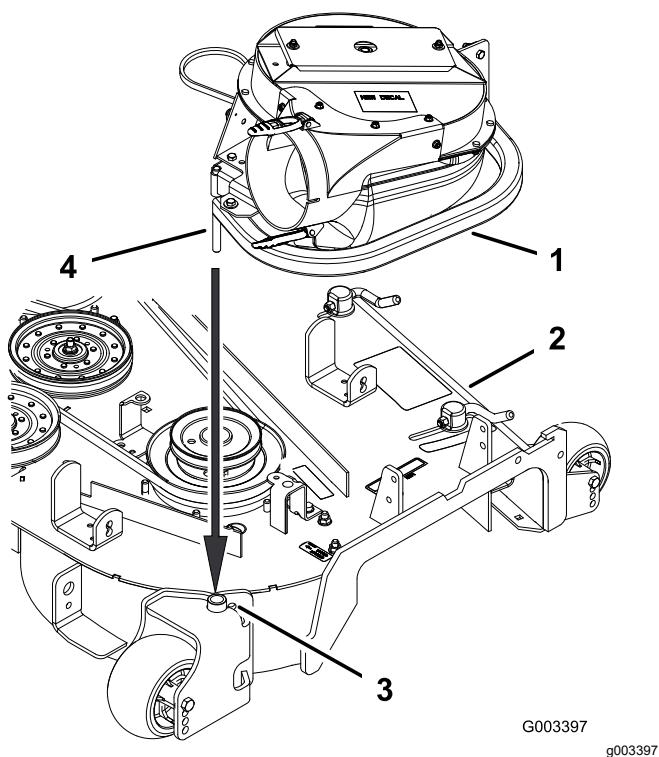
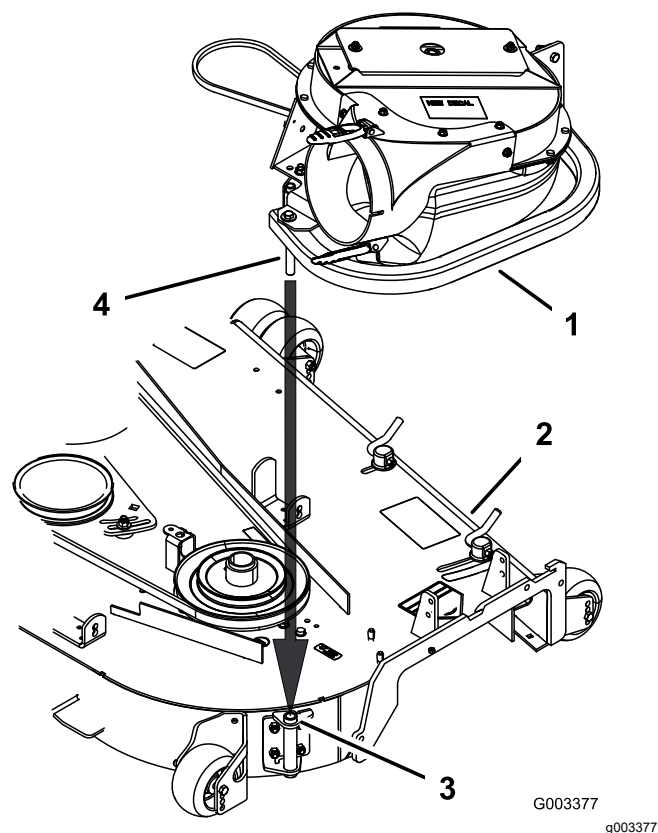

Figura 13
Figura 14
2. Introduzca la clavija del soplador en el orificio del pivote. Para cortacéspedes de 152ácm (60"), consulte la Figura 13, y para cortacéspedes de 183 cm (72"), consulte la Figura 14.